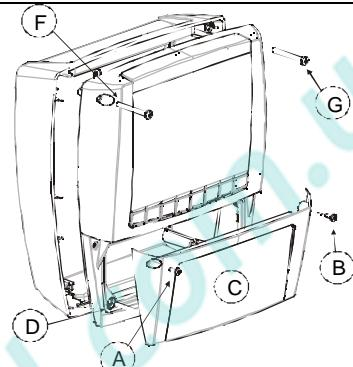

РИС. 2
- После подключения проводов к клеммным колодкам закройте крышку (Рис. 2, с) и закрепите ее винтами.
- После подключения проводов к клеммным колодкам закройте крышку (Рис. 2, c) и закрепите ее винтами.